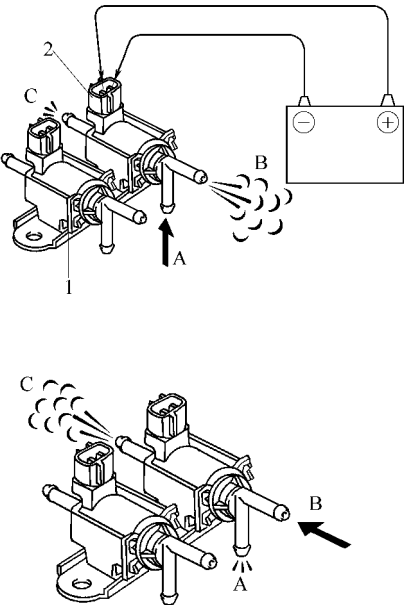

图 12-53 检查各孔口的气流情况
1) 检查电磁线圈的动作情况。在向 VSV 的 2 号和 4 号端子加上和没有加上蓄电池的电压时，按表 12-4 分别检查各孔口的气流情况，如图 12-53 所示。